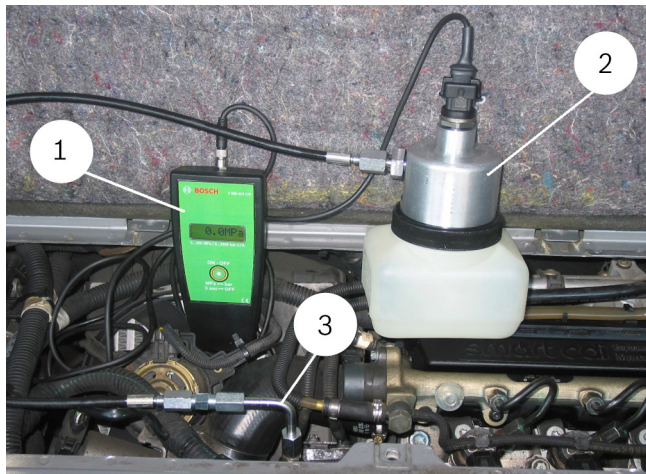

Abb. 13: Tilkoblingseksempel på Common Rail-høytrykkspumpe CP 1
4. Koble til 60 MPa-slangeledningen (fig. 13, pos. 3) med tilsvarende koblingsadapter, vinkel, mutter og trykkring (venstregjenge) på høytrykkspumpen.
5. Koble til slangeledningen på trykktransducermodulen (fig. 13, pos. 2).
7. Koble til forbindelseskabelen på den digitale trykkindikatoren (fig. 13, pos. 1) og railtrykksensoren til trykktransducermodulen (fig. 13, pos. 2).